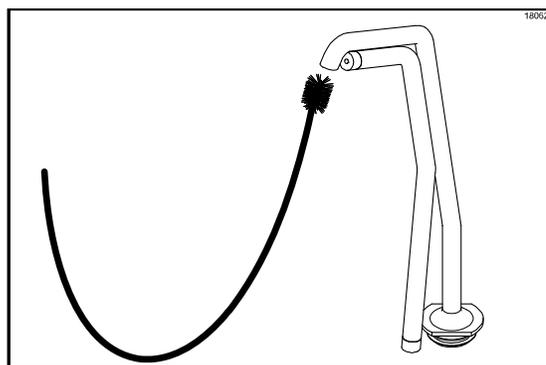

图 81
2. 将黑色刷子插入排放管的端部，来回移动刷子以擦拭排放管的端部。(见图 81。)